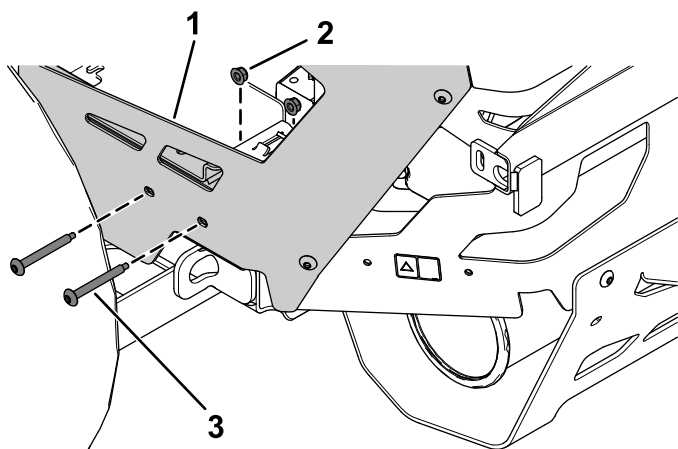

Figura 12
2. Retire los 2 pernos Torx y las 2 tuercas del protector trasero izquierdo (Figura 12).